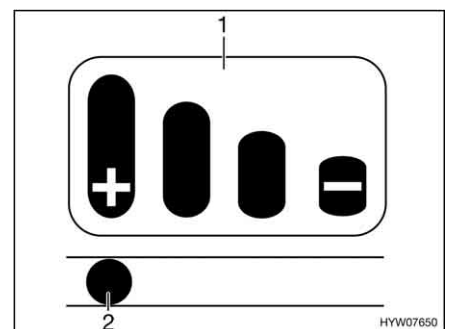

Bild 194 Verschleißanzeige
Auf dem Kupplungsgriff ist eine Verschleißanzeige (Bild 194) mit einem Balkendiagramm (Bild 194,1) angebracht.
- Wenn der Stift (Bild 194,2) im Langloch auf der Markierung mit dem "+" steht, sind die Reibbeläge noch im Neuzustand.